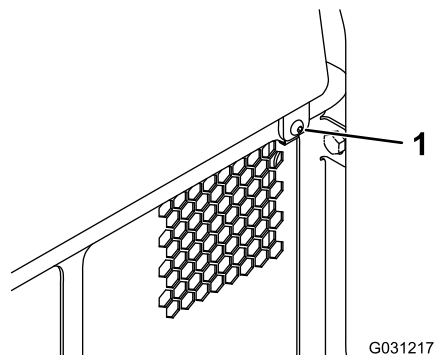

**Рисунок 33**
1. Приподнимите лапку, которая крепит подпорную штангу (Рисунок 33)